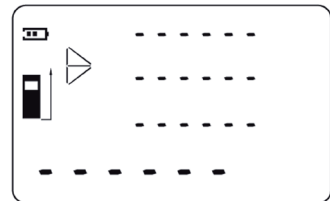

Abb. 20
1. Die Modus-Taste 4 betätigen, um in den Modus für die doppelte Pythagorasfunktions-Messung zu gelangen (Abb. 20).